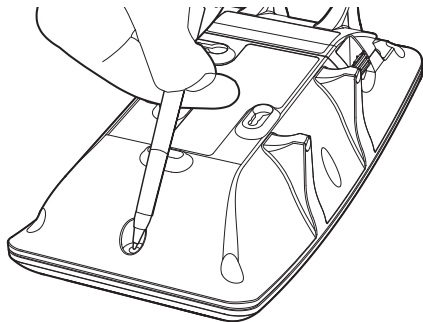

Abb. 5
2. Betätigen Sie kurz die Einlerntaste, die sich in einem runden Loch auf der Rückseite der Tiefton-Sirene befindet, indem Sie einen Stift oder ähnliches verwenden (Abb. 5).
1. Drücken Sie kurz und lösen Sie die Einlernntaste, die sich in einer kreisrunden Öffnung im hinteren Teil der Tiefton-Sirene befindet, indem Sie einen Stift oder etwas Ähnliches verwenden (Abb. 5). Die zwei roten Alarm-LEDs an der Vorderseite der Tiefton-Sirene leuchten, wenn Sie die Taste drücken.